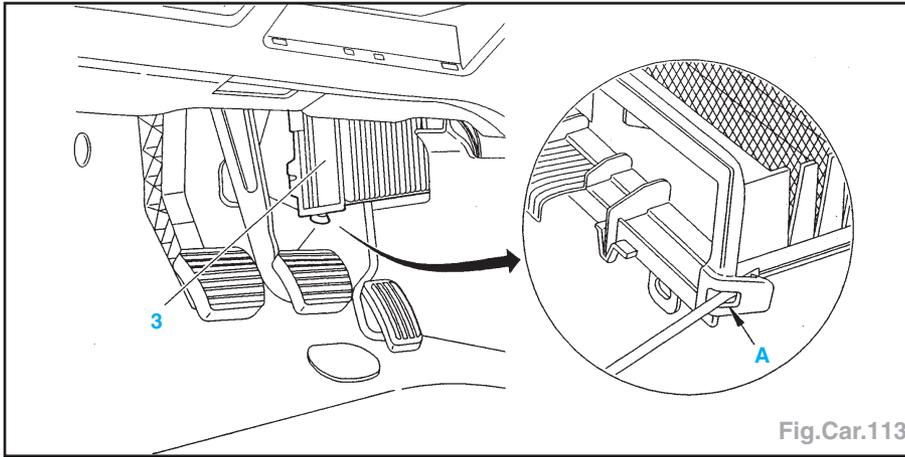

Fig.Car.113
- la garniture (1) sous planche de bord (côté conducteur),
- le cache (2).
- Déclipper en «A» et tirer le filtre à pollen (3).
- Déposer le filtre à pollen (3) (Fig.Car.113).